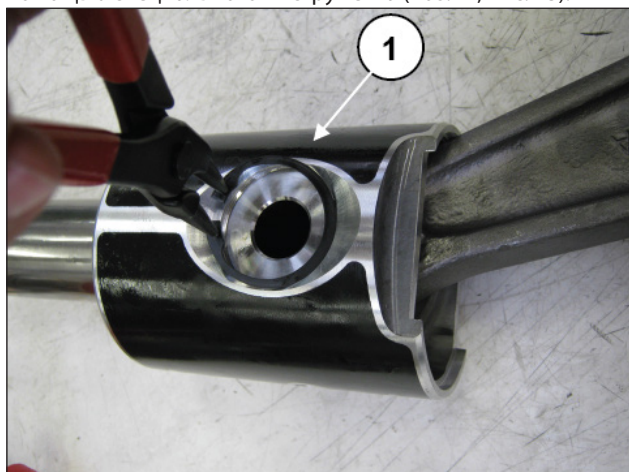

Рис. 43
Снимите оба стопорных кольца поршневого пальца с помощью специального инструмента (поз. ①, Рис. 43).